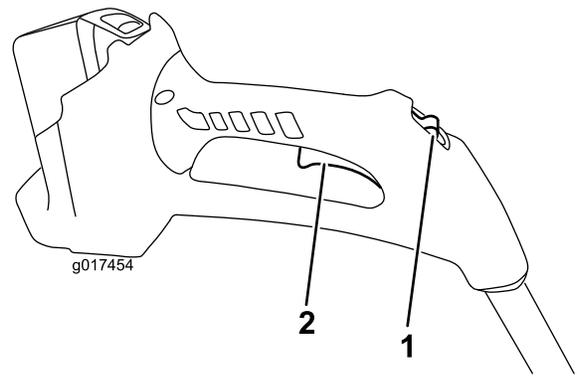

Figura 8
4. Deslice el interruptor de bloqueo hacia atrás a la posición de Encendido, y apriete el gatillo (Figura 8).